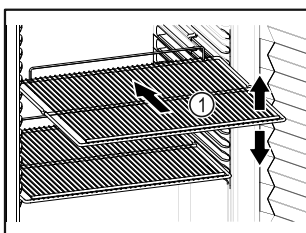

Fig. 31
- Ако стелажите за съхранение Fig. 31 (1) могат да се местят, регулирайте ги според височината.